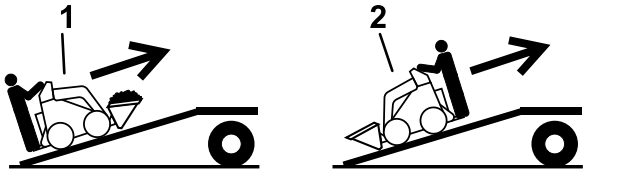

Figure 12
5. Montez la machine sur la remorque en gardant le côté le plus lourd en haut de la rampe et en maintenant la charge en bas (Figure 12).